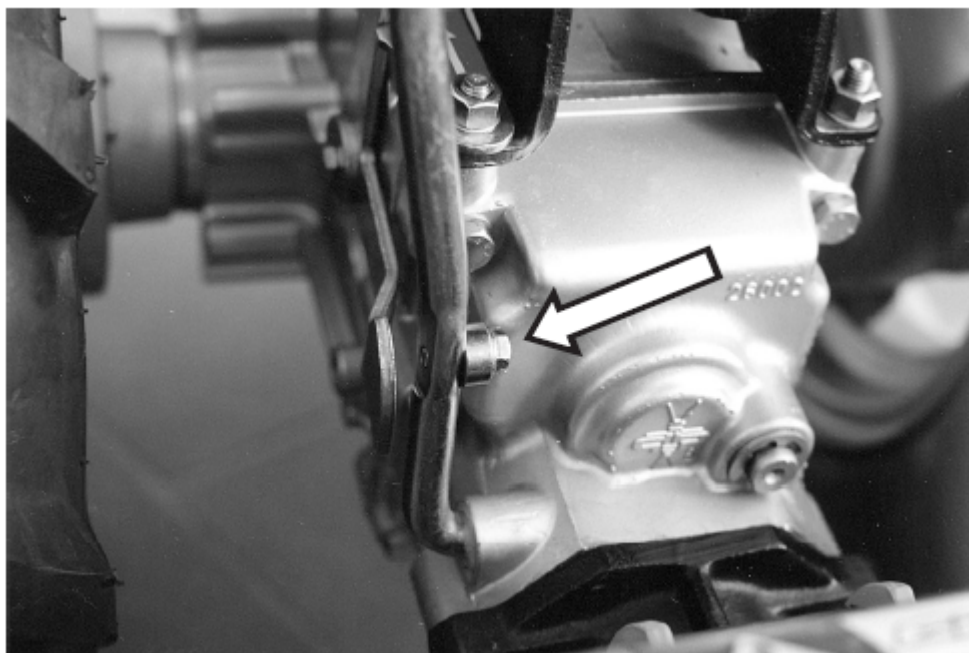
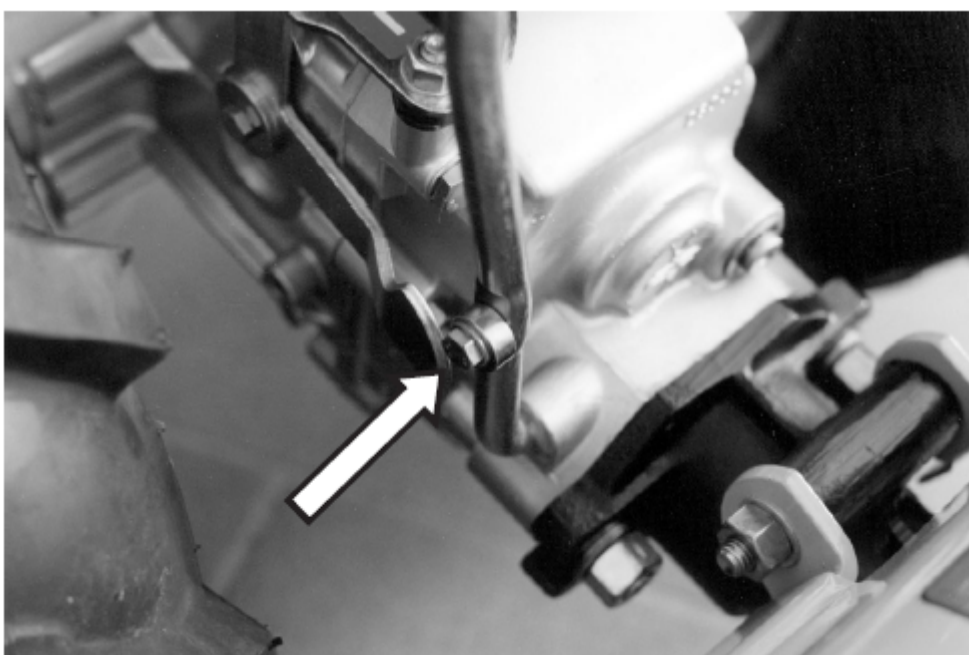

Fig. 2
Fig. 2A
Fingerklipperens/Fejemaskinens trækstation fastgøres til traktoren i koblingsparten. Styret skal drejes 180 ° mod motoren. Før du vender styret sættes traktoren i første gear, derefter løsnes kontrolstængerne. Når styret er drejet, monteres stængerne igen. Når styret er vendt, kan alle funktioner anvendes igen. For at drive fejemaskine eller fingerklipper vendes den bolt, der forhindrer utilsigtet tilkobling af bakgear ved fræsning (Figur 2) ved blot at fjerne den skrue, der blokerer gearstangen og montere den på modsatte side af gearstangen (Fig 2). Vigtigt: når der skal fræses og styret vendes, skal bolten monteres i den oprindelige position (fig.2A).
- 7) Gearstop (Se Fig 2 og 2A)